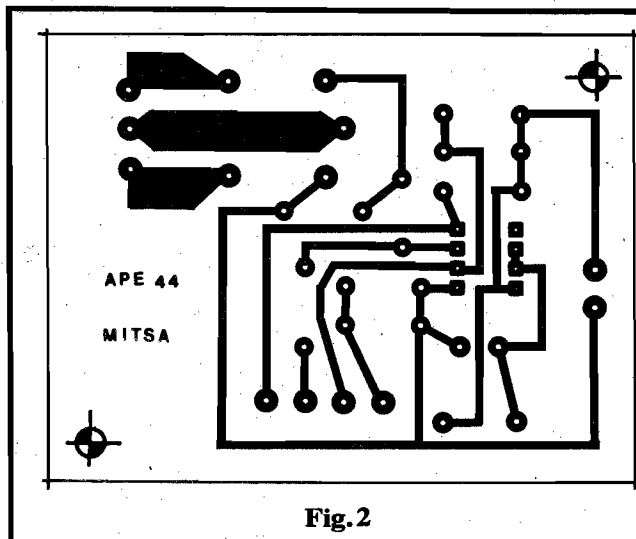

Fig. 2
- FIG. 2 - LAY OUT DO CIRCUITO IMPRESSO ESPECÍFICO - Sem muitos comentários... Simples, "descongestionado" (mas ainda assim tão compacto quanto possível), num desenho fácil de copiar e reproduzir pelas técnicas tradicionais ou avançadas de confecção... Para quem ainda não trabalhou com fibra de vidro, lembramos que toda a sequência de processos é **idêntica** à utilizada para placas de fenolite... Apenas um detalhe final: a furação (devido à natural "dureza" da fibra de vidro...) deve ser feita com brocas especiais, e em máquinas de alta rotação... No mais, todos os cuidados destinados às placas de fenolite **também** devem ser aplicados.
Em alguns casos, será conveniente uma pequena (e simples) modificação no próprio lay out do padrão cobreado/ilhas e pistas, de modo a já acomodar, diretamente sobre a placa, um **trim-pot** para ajuste "calibração" do período do MÓDULO (há espaço para isso, propositalmente "deixado" na placa - rever fig. 2, - canto inferior direito do lay out).